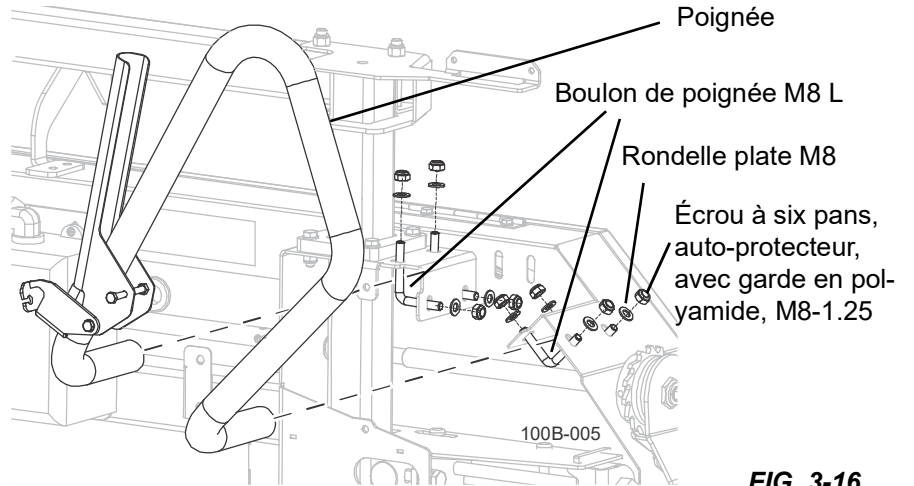

FIG. 3-16
2. Retournez la poignée et remplacez-la comme indiqué. (Voir FIG. 3-16.)